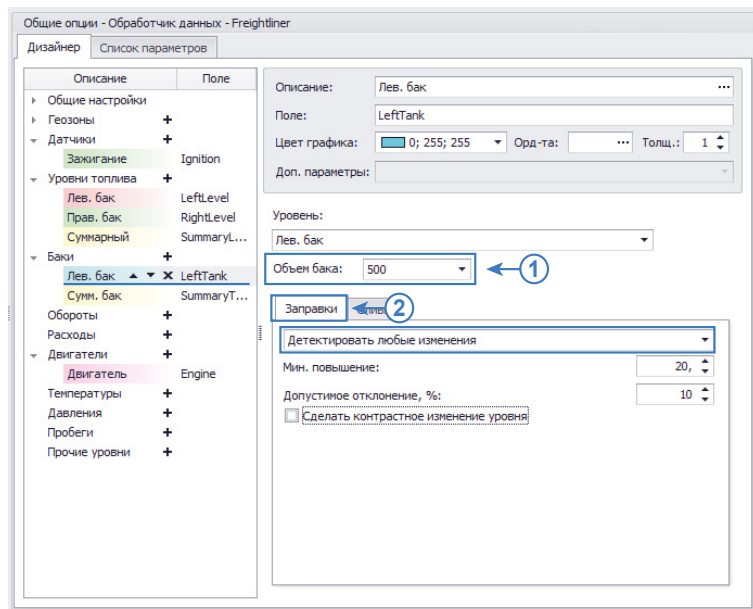

Рис.31. Настройка поиска заправок.
- В поле «Объем бака» необходимо задать общий объем бака, в литрах (Рис.31, п.1). Данный параметр определяет также диапазон вертикальной шкалы графика изменения уровня в баке (в Модуле просмотра диаграмм).
Для настройки поиска заправок необходимо перейти на вкладку «Заправки» (Рис.31, п.2) и выбрать способ вычисления заправок «Детектировать любые изменения». Затем настроить следующие параметры (Рис.31):